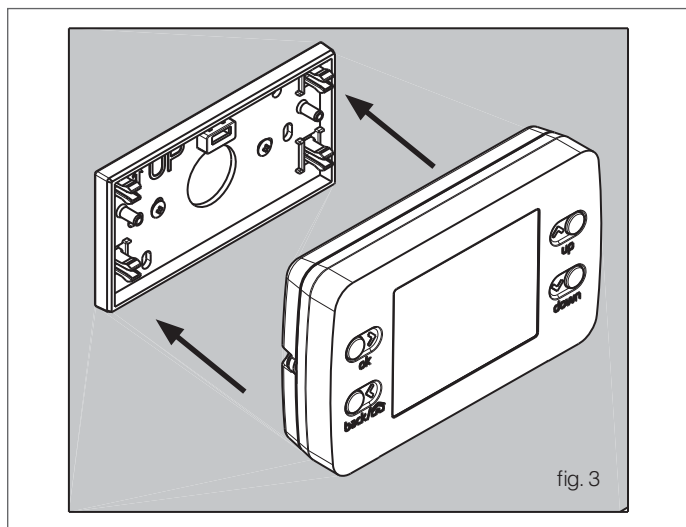

fig. 3
- Agganciare il pannello comandi allo zoccolo (fig. 3)